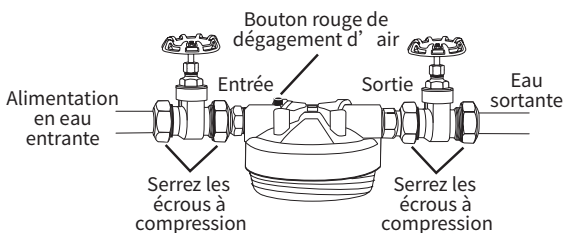

Figure 4
7. Montez la tête de filtre et les vannes d'arrêt sur le tuyau. Assurez-vous que le port « IN » avec le bouton de dégagement d'air rouge est connecté à la conduite d'alimentation en eau entrante. Serrer les écrous à compression des deux côtés des vannes (voir Figure 4). (Quatre emplacements.) Si vous utilisez un support de montage, fixez le support au mur à l'aide de chevilles ou de vis appropriées (non incluses) une fois la tête en place et serrée à la plomberie.